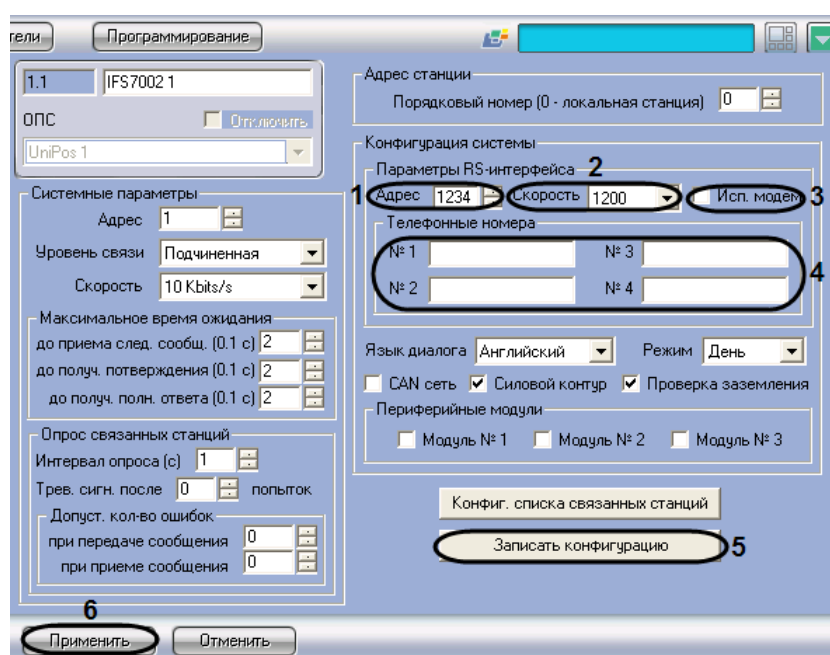

Рис. 3.3-10 Задание параметров RS-интерфейса станции IFS7002
1. Перейти на панель настройки объекта **IFS7002** (Рис. 3.3-10).
2. В поле **Адрес** ввести с помощью кнопок **вверх-вниз** адрес станции в RS-сети (от 0 до 9999) (см. Рис. 3.3-10, 1).
3. Из раскрывающегося списка **Скорость** выбрать скорость передачи данных в RS-сети (см. Рис. 3.3-10, 2).
4. В случае, если для связи в RS-сети требуется использовать модем, установить флажок **Исп. модем** (см. Рис. 3.3-10, 3).
5. Для модемного соединения ввести телефонные номера в соответствующие поля группы **Телефонные номера** (см. Рис. 3.3-10, 4).
6. Для применения настроек на станции нажать кнопку **Записать конфигурацию** (см. Рис. 3.3-10, 5).
7. Для сохранения настроек во внутренней базе данных ПК *ACFA Intellect* нажать кнопку **Применить** (см. Рис. 3.3-10, 6).